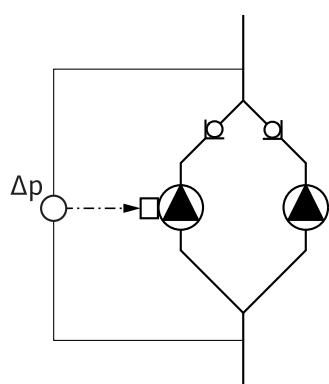

Fig. 13: Beispiel, Anschluss
- Im Beispiel in Fig. 13 ist die Masterpumpe die in Fließrichtung linke Pumpe. An dieser Pumpe den Differenzdruckgeber anschließen.
Die Messpunkte des Differenzdruckgebers der Masterpumpe müssen im jeweiligen Sammellohr auf der Saug- und Druckseite der Doppelpumpenanlage liegen (Fig. 13).